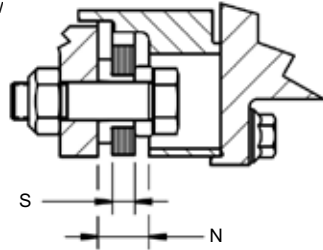

Figure 11 - Valeurs de confirmation de l'alignement.
- Si la valeur de Nmoyen est hors de ces spécifications, utilisez une méthode de mesure plus précise pour vérifier si le jeu est acceptable en mesurant l'épaisseur du paquet de disques « S » comme indiqué sur la figure 11. Les disques doivent être fortement comprimés pendant la mesure. Calculez « G » en soustrayant « S » de Nmoyen.